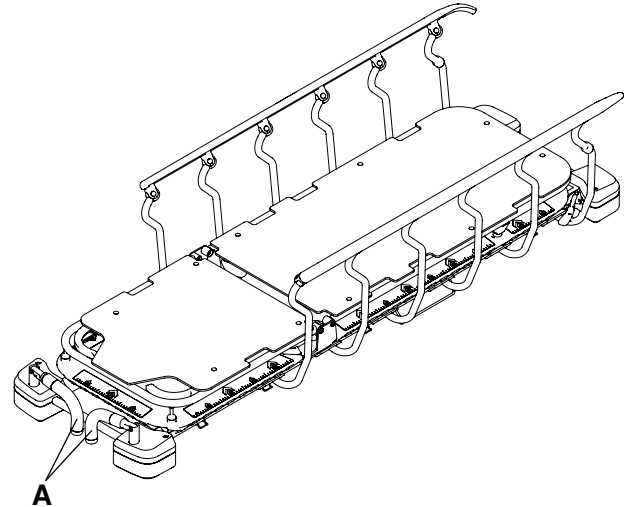

Рисунок 7 – Перевод ручек для толкания головного конца в сложенное положение
4. Выполните эти действия в обратном порядке, чтобы перевести ручки для толкания головного конца (A) в сложенное положение (Рисунок 7).